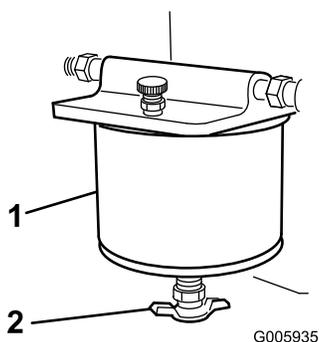

Рисунок 32
4. Поворачивайте сливной клапан, пока из фильтра не потечет вода (Рисунок 32).